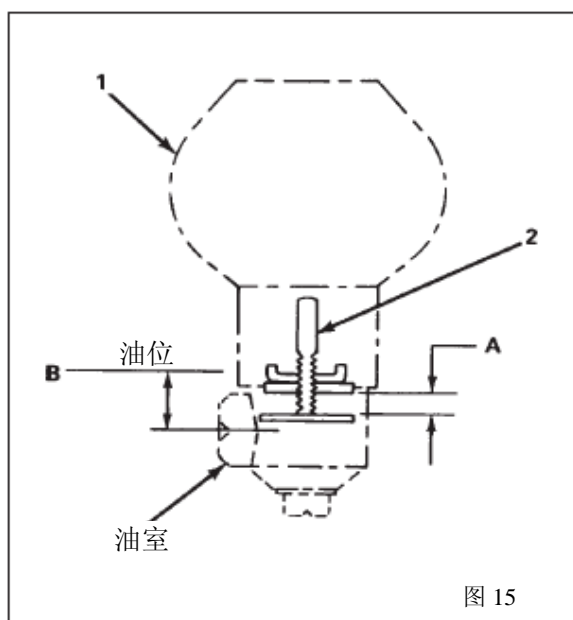

图 15
- 1 取下注油器（1），图 15。
**必须按照程序 c(3) 中的指示，进行压力调节。如果调节不正确，则轴承得不到润滑。**